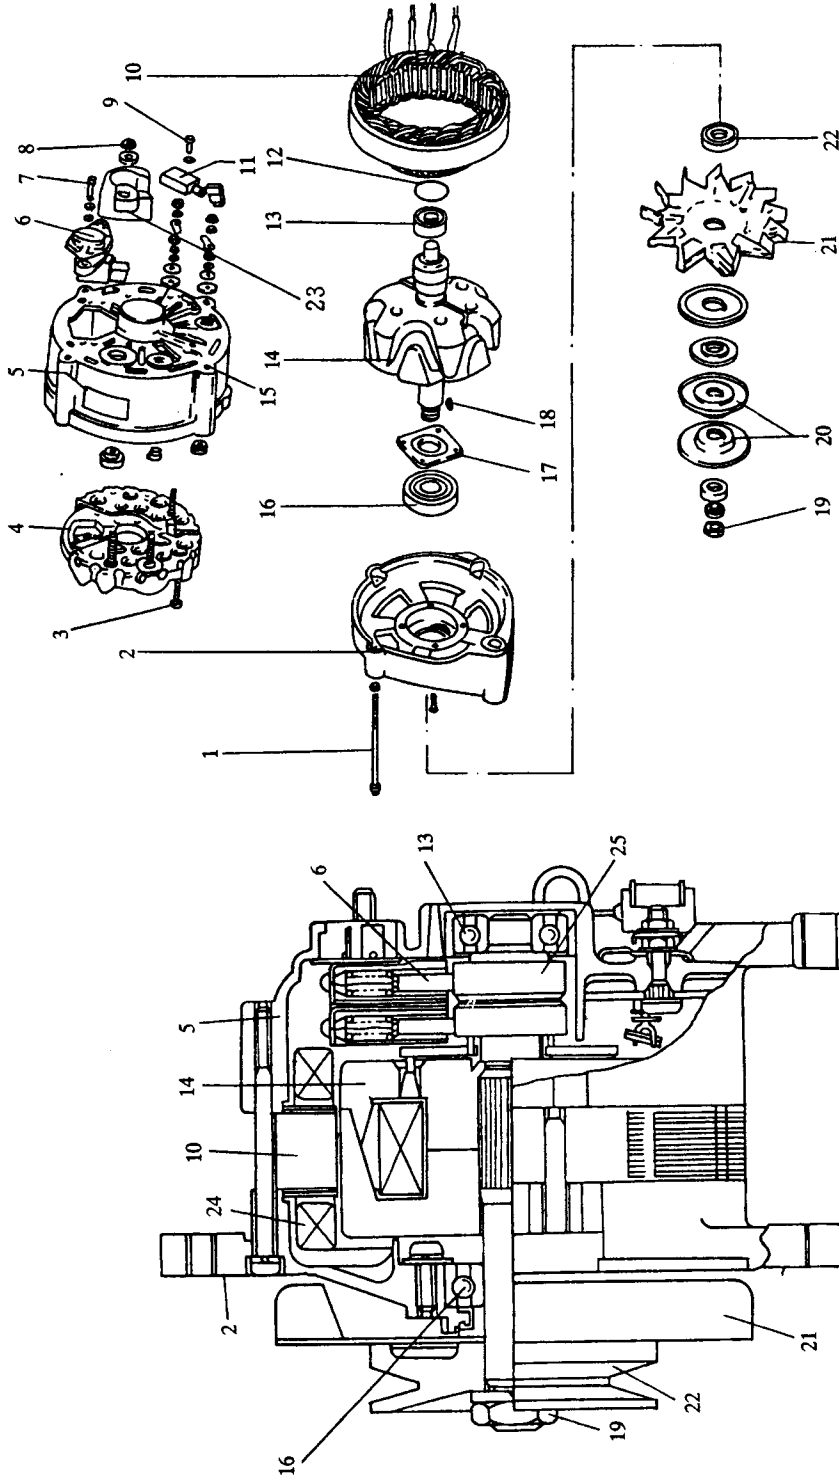

图 1-4 发电机的构造
①发电机的构造,如图 1-4 所示。发电机转子 14 用轴承 16 和 13 座在无轴承盖 2 与发电机壳体 5 上,定子 10 和二极管板 4 装在发电机壳体 5 内,炭刷与电压调节器 6 制成一整体,用螺钉 7 固定在壳体 5 外侧,在转子 14 轴的前端装有供发电机冷却的风扇 21 和由曲轴用三角皮带传动的皮带轮 20,该发电机还装有抗干扰的电容 11。